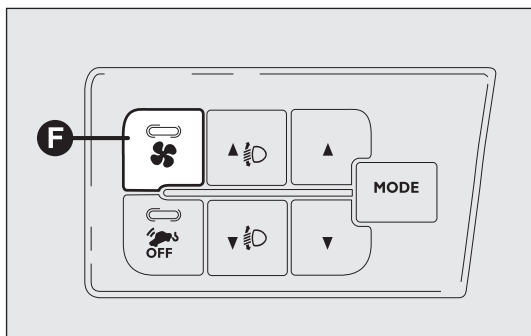

fig. 52
**AVVERTENZA** Per garantire un disappannamento/sbrinamento rapido, in caso di presenza di riscaldatore/condizionatore supplementare (sotto il sedile anteriore o posteriore per versioni Panorama e Combinato), se attivato, procedere alla disattivazione tramite pulsante F (led spento) ubicato sulla mostrina comandi fig. 52.